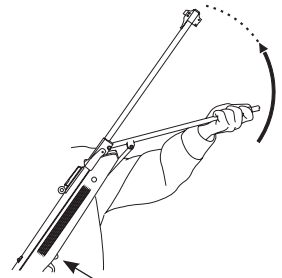

Bild 8
- Drücken Sie den Sicherungsknopf für den Spannhebel und bringen den Spannhebel zurück in die Ausgangsposition. (Abb. 8) Vergewissern Sie sich, dass der Spannhebel komplett geschlossen ist und Sie ein Klicken beim Einrasten gehört haben.